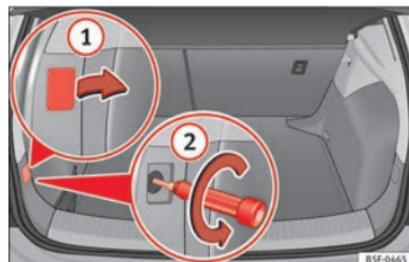

Fig. 115 Bagagliaio: posizione della vite di fissaggio del fanale di coda.
- Sollevare la copertura facendo leva con l'estremità piatta di un cacciavite nell'apposita rientranza e togliere la copertura dall'apertura » **fig. 115 ①**.
- Svitare con cautela la vite sottostante dopo averla allentata in senso antiorario con un cacciavite (freccia) » **fig. 115 ②**.